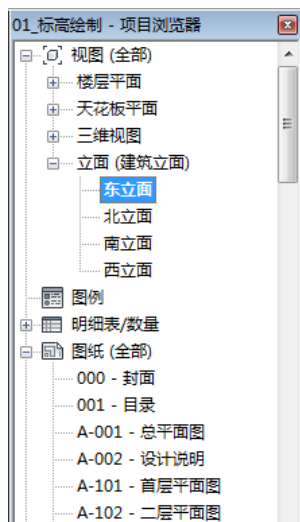
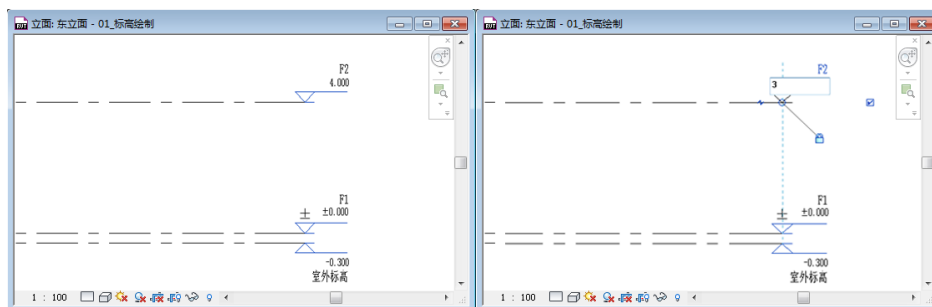

图 1-5
图 1-6
- 1) 任意立面绘制一次标高，其他立面均可显示，下面我们在东立面视图绘制所需标高。在项目浏览器中展开“立面（建筑立面）”项，双击视图名称“东”进入东立面视图（如图 1-5 所示），系统默认设置了三个标高——室外标高、F1 和 F2。可根据需要修改标高高度：选择需修要改高度的标高符号，单击标高符号上方或下方表示高度的数字，如“室外标高”高度数值“-0.450”，单击后该数字变为可输入，将原有数值修改为“-0.300”，同样的方法，将标高 F2 高度修改为“3.000”（如图 1-6 所示）。